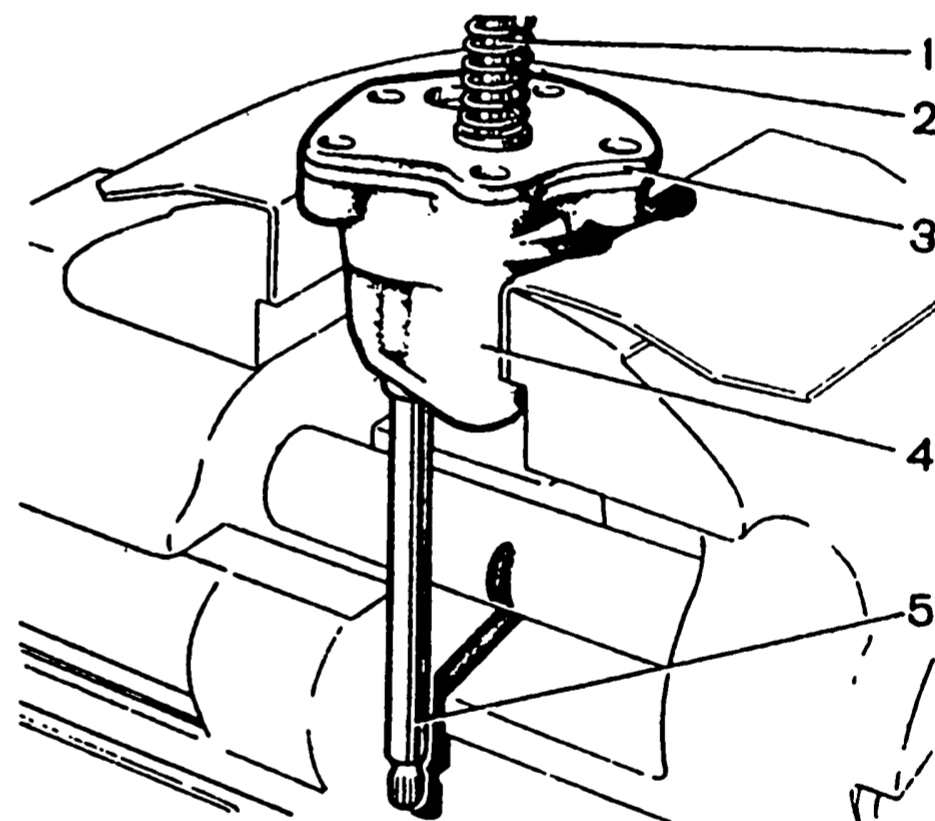

Рис. 2-69. Разборка масляного насоса: 1 - редукционный клапан; 2 - пружина; 3 - крышка; 4 - корпус; 5 - валик
- снимите крышку 3 (рис. 2-69) корпуса насоса и выньте из корпуса валик насоса с ведущей шестерней и ведомую шестерню.